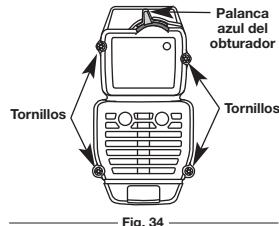

Fig. 34
- Saque los cuatro (4) tornillos que sostienen la cubierta del silenciador / filtro de aire (Fig. 34). Use un destornillador de vástago plano o de broca Torx N° T20.
- Quite la tapa del motor al empujarla hacia arriba y halarla hacia atrás (Fig. 34). No la fuerce.
- Inserte los cuatro (4) tornillos en los orificios de la cubierta del silenciador / filtro de aire (Fig. 34) y ajústelos. No los ajuste demasiado.